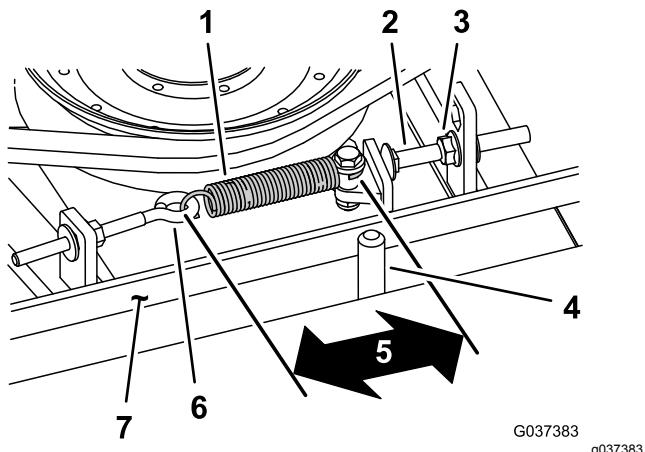

Figure 102
Lorsque le ressort d'extension est correctement tendu, l'intérieur doit mesurer (d'un crochet à l'autre) entre 8,3 et 9,5 cm. Lorsque le ressort est correctement tendu, ajustez le boulon de butée (boulon de carrosserie) jusqu'à obtention d'un jeu d'environ 2 à 5 mm entre la tête du boulon et le bras de tension (Figure 102).
Remarque: La courroie doit être placée du côté ressort du guide (Figure 102).
- Desserrez le boulon à œil (Figure 102).
- Desserrez l'écrou à embase qui fixe le boulon de butée à la patte de montage, et écartez la poulie de tension de la courroie (Figure 102).
- Remarque:** La courroie doit être placée du côté ressort du guide (Figure 102).
- Raccrochez le ressort d'extension (Figure 102) au boulon à œil et tendez la courroie comme suit :